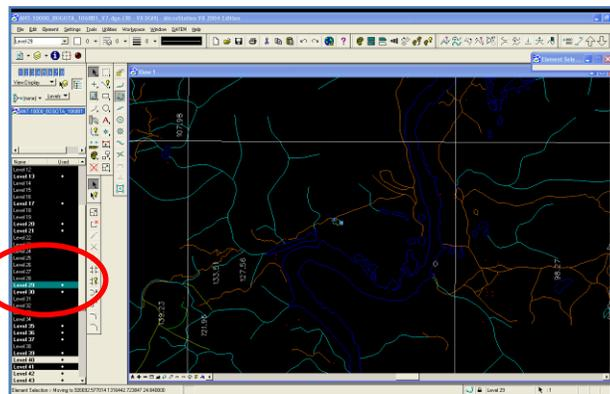

Figura 23. Fijar nivel para adicional información
2. Fije el Nivel en el cual se va a adicionar información.(Ver Figura 23).